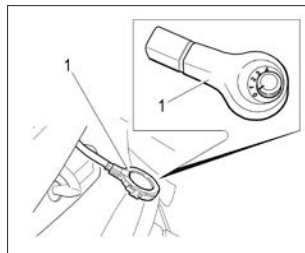

Рис. 34. Датчик дождя и освещенности
Для включения системы очистки необходимо переключатель чувствительности датчика дождя **1** (см. рис. 34), расположенный за зеркалом заднего вида в накладке датчика перевести из положения **0** в любое другое положение от **1** до **4\***, а рычаг переключателя стеклоочистителей перевести в положение **III** (прерывистый режим работы). При этом щетки очистителя делают один ход, после чего будут включаться или выключаться в зависимости от количества капель дождя, попадающих на ветровое стекло.
*В варианном исполнении* автомобиля оснащаются совмещенным датчиком дождя и освещенности, который расположен на ветровом стекле за зеркалом заднего вида (рис. 34).